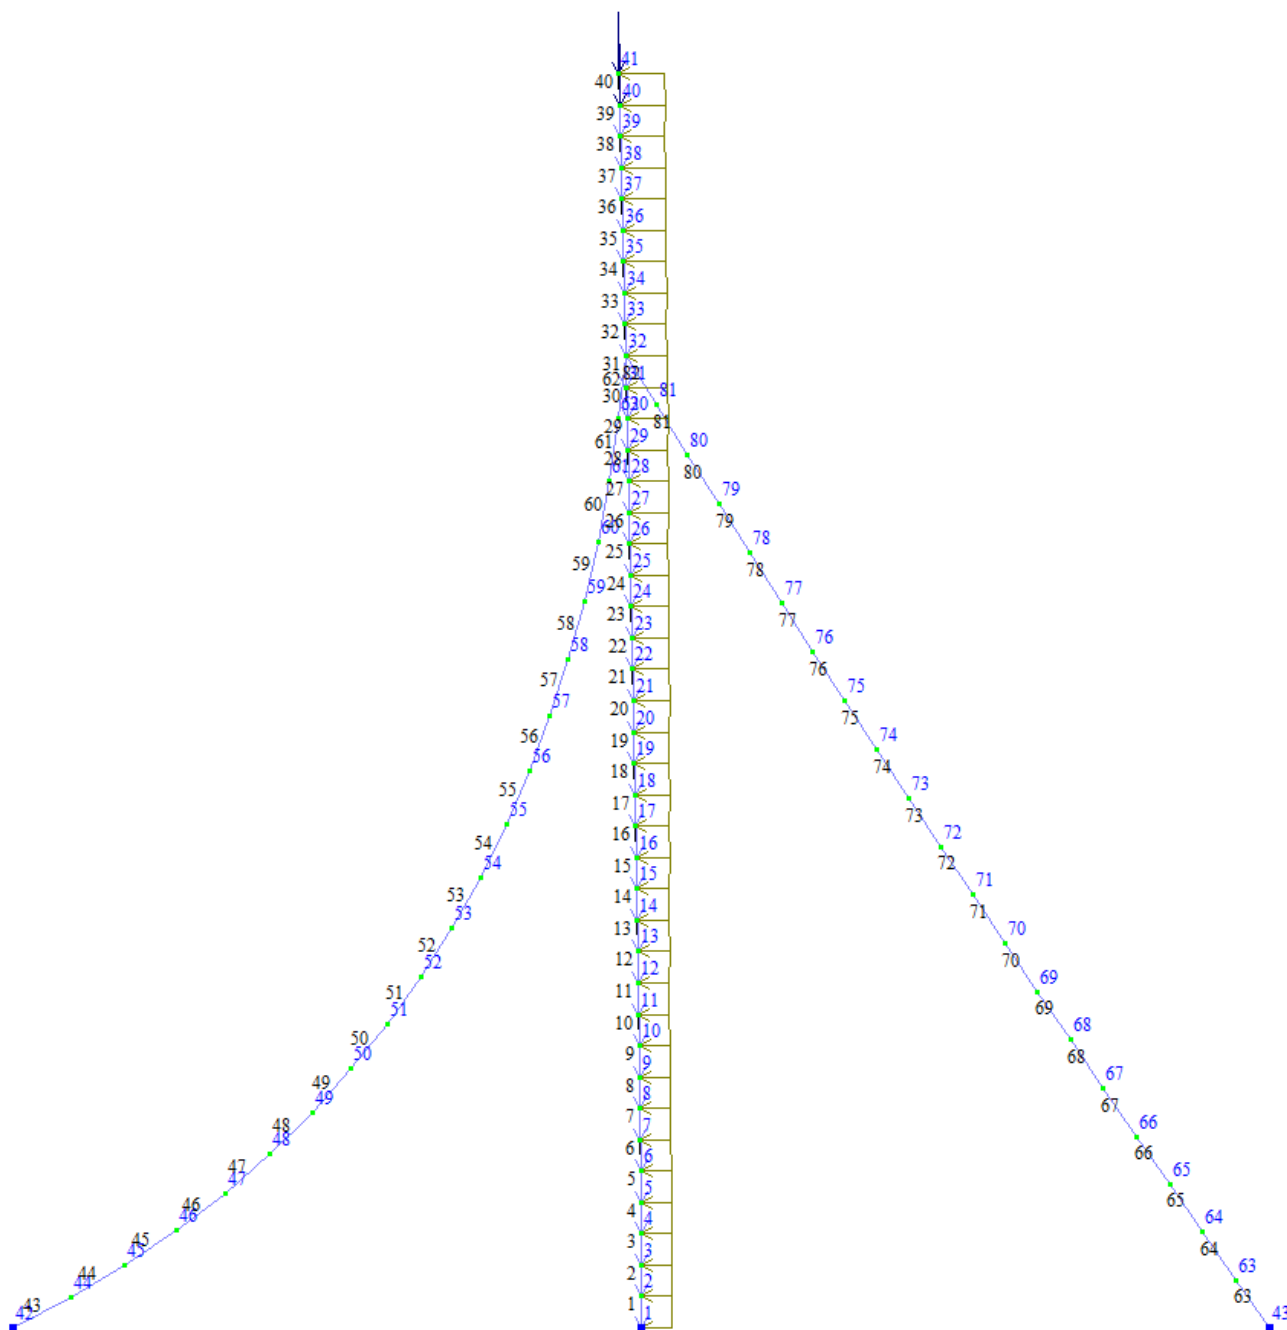

Рис. 8.23. Розрахункова схема з урахуванням переміщень вузлів
- В режимі перегляду результатів розрахунку за умовчанням розрахункова схема відображується з урахуванням переміщень вузлів (рис. 8.23). Для відображення схеми без урахування переміщень вузлів натисніть на кнопку  – Вихідна схема (панель Деформації на вкладці Аналіз).